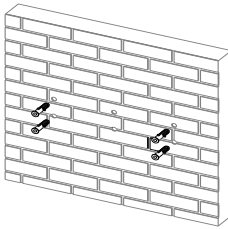
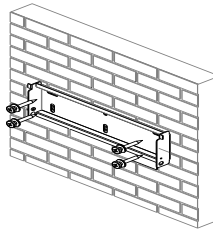

FIG.6-7 Instale los anclajes de expansión
FIG.6-8 Soporte fijo de montaje en pared
2) Golpee los anclajes de expansión en los cuatro orificios correspondientes y luego fije el soporte de montaje en la pared a la pared con tornillos autorroscantes, como se muestra en la FIG. 6-7 y FIG. 6-8.